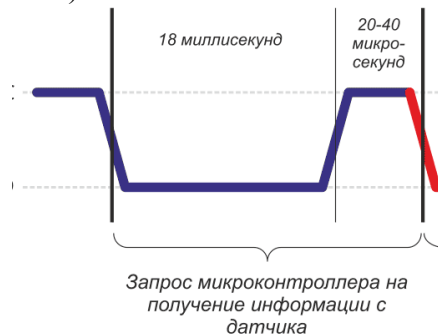

Рисунок 2.6 – Початок обміну датчика DHT11
1. Ініціювання обміну: процес ініціювання обміну починається з підтягування лінії до землі на 18 мс, а далі відпускаємо після 20-40 мкс і переводимо ніжку мікроконтролера у режим читання (рисунок 2.6).